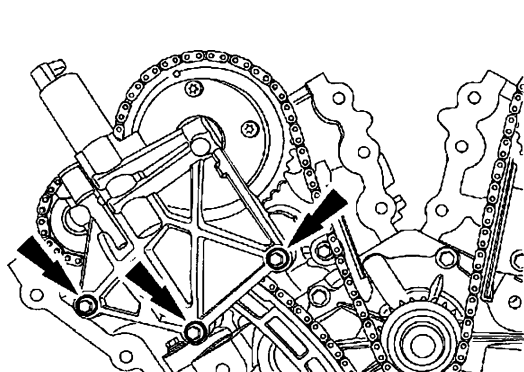

图 15-4 拆卸右侧可变凸轮轴正时总成壳体上的 3 个螺栓
- 5) 拆卸右侧可变凸轮轴正时总成壳体上的 3 个螺栓，如图 15-4 所示。